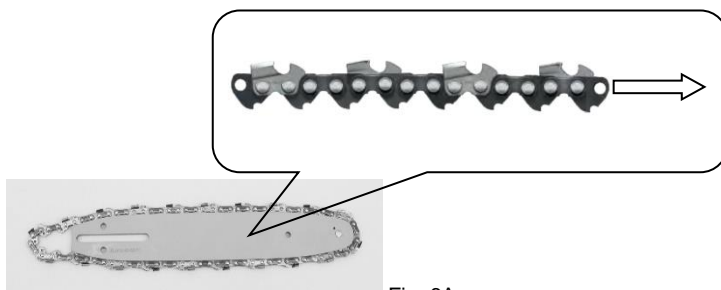

Fig. 6A
**ATENȚIE!** Montarea lanțului trebuie să corespundă cu Fig. 6A.